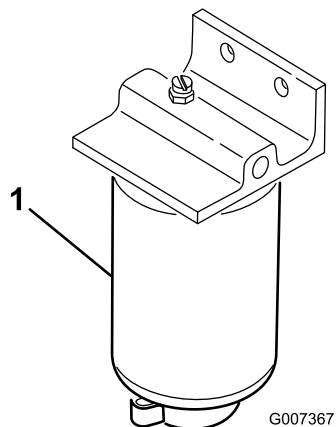

Figura 27
2. Mettete una bacinella di spurgo sotto il filtro del carburante (Figura 27).
3. Aprite il tappo di spurgo sul fondo del filtro del carburante e lasciate fuoriuscire l'acqua accumulata (Figura 27). Serrate il tappo dopo lo spurgo.